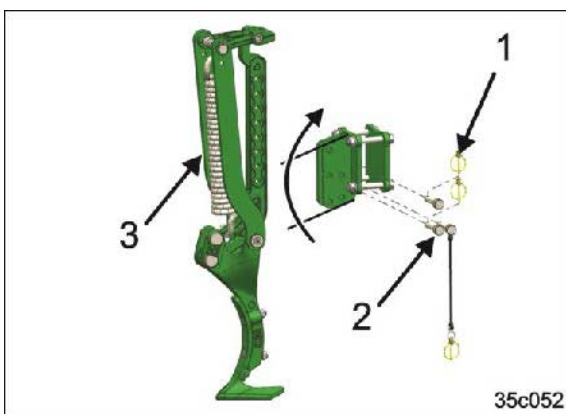

Fig. 119
1. Retirer toutes les goupilles d'arrêt (Fig. 119/1)
3. Retirer tous les axes de fixation (Fig. 119/2)